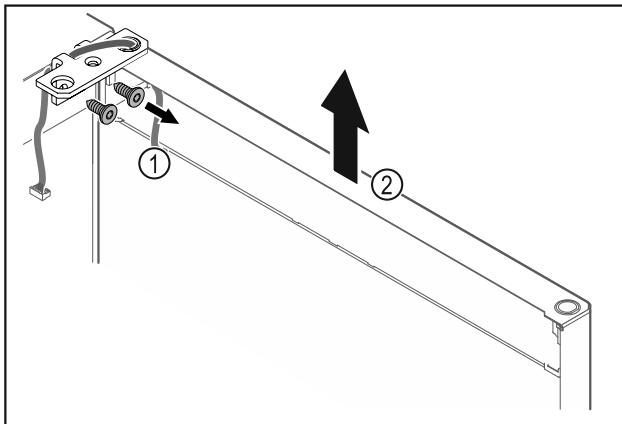

Fig. 17
- Noskrūvējiet lokāmos kronšteinus Fig. 17 (1).
- Paceliet durvis kopā ar lokāmajiem kronšteiniem Fig. 17 (2) apmēram 200 mm taisni uz augšu un noņemiet tās.